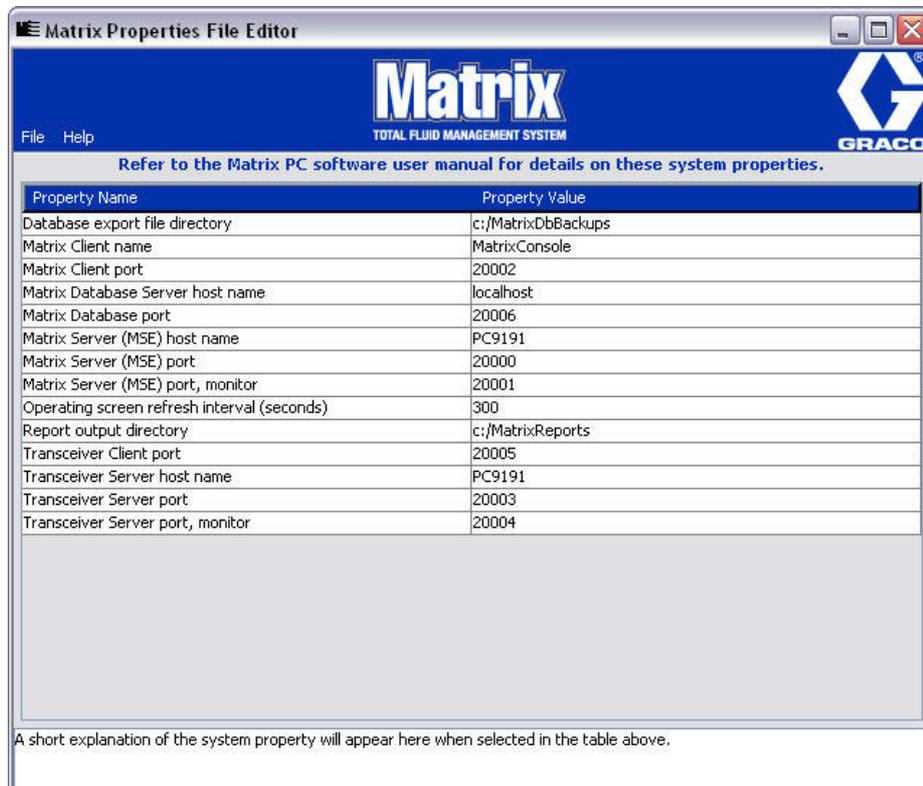

ABB. 12
- Der Editor erscheint als zweispaltige Liste mit Systemeigenschaften, wobei die Bezeichnung der Eigenschaften links und ihre bearbeitungsfähigen Werte rechts aufgeführt sind (ABB. 12). Wenn Sie eine Eigenschaft durch Anklicken auswählen, zeigt der untere Bereich des Fensters grundlegende Informationen zu dieser Eigenschaft an.